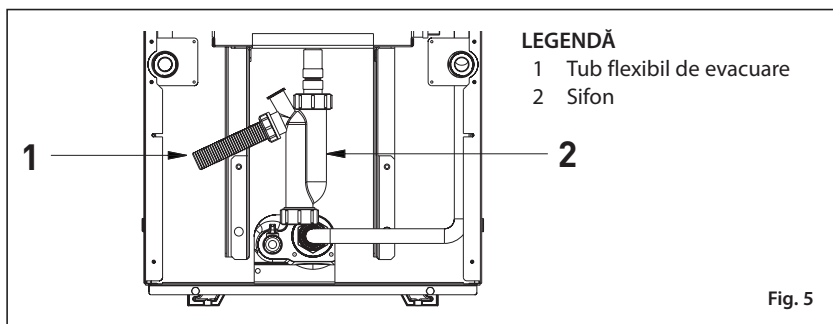

Fig. 5
1.7 MONTAREA MANTALEI (fig. 5/a - fig. 5/b)